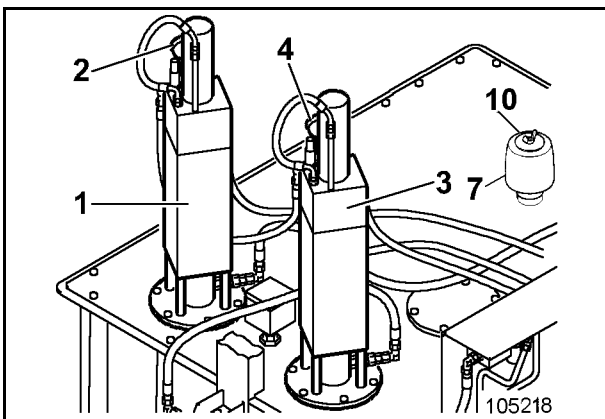

Fig. 3-154:
Dieser Öldruck wird reduziert. Der Druck am Manometer (2, Fig. 3-154:) beträgt 35 – 40 bar und am Manometer (4) 49 – 51 bar.